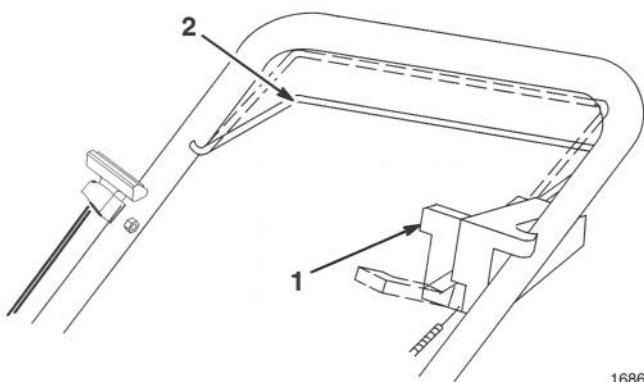

Figure 10
- Baisser la barre de commande à mi-course et ramener le levier de traction vers l'arrière (vers soi) (Fig. 10).